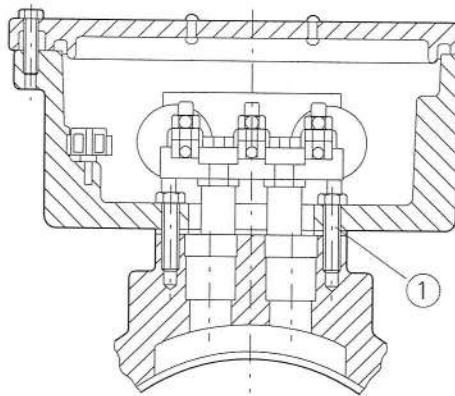

Abbildung 5: Klemmenkasten mit Befestigungsschraube ①
- die vier Befestigungsschrauben (→ Abb. 5) oder